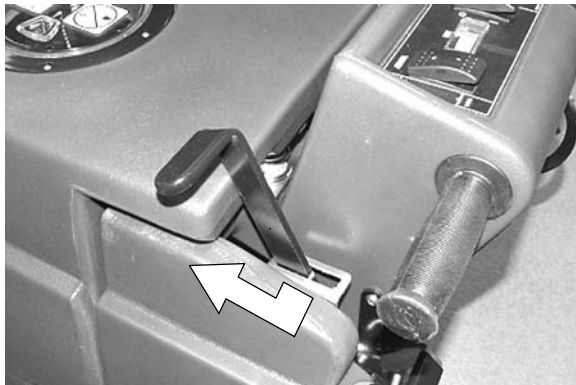

FIG. 11
2. Abaissez le racloir en relâchant la commande du racloir de la position de blocage (Figure 11).